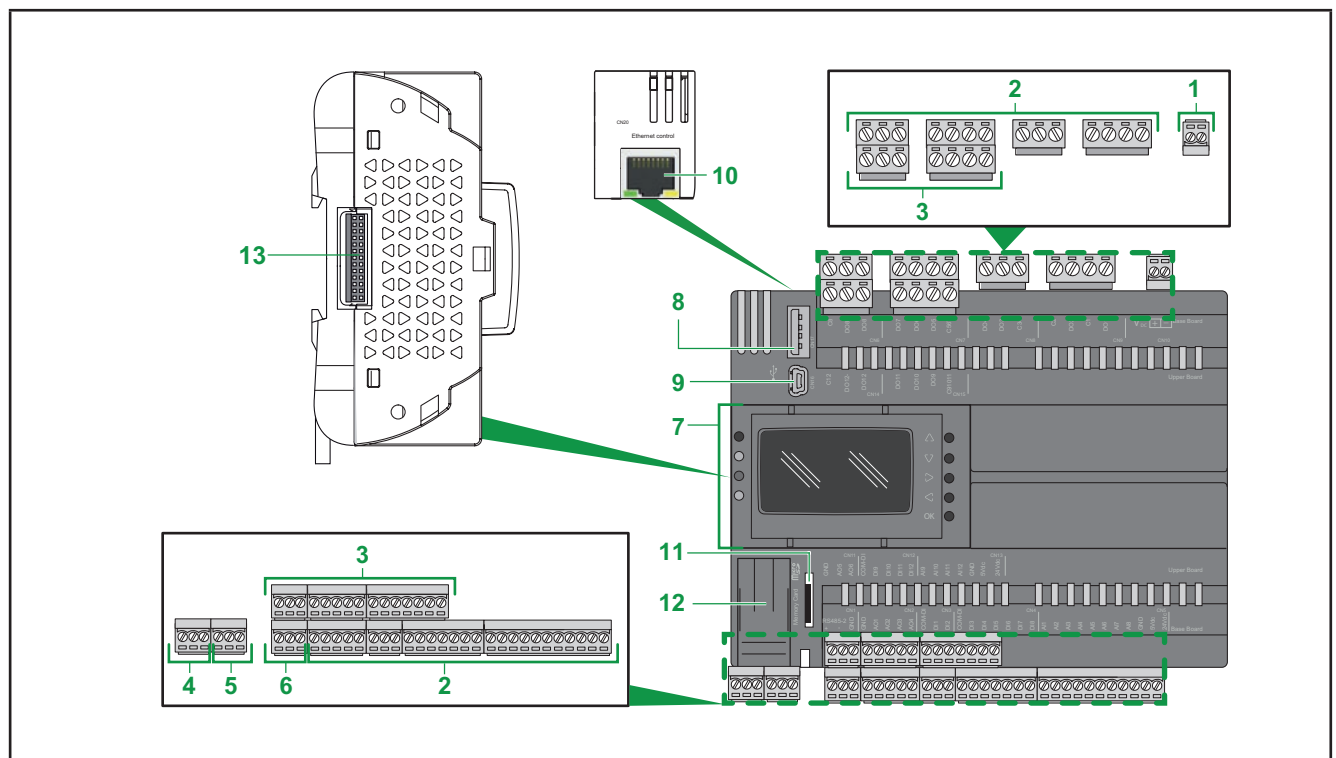

Abb. 3. Hauptkomponenten von EWCM 9000 PRO (HF)
In „**Abb. 3**“ auf **S. 17** wird der **Regler für CO₂-Verdichterzentralen EWCM 9000 PRO (HF)** mit installierten Klemmenleisten gezeigt.